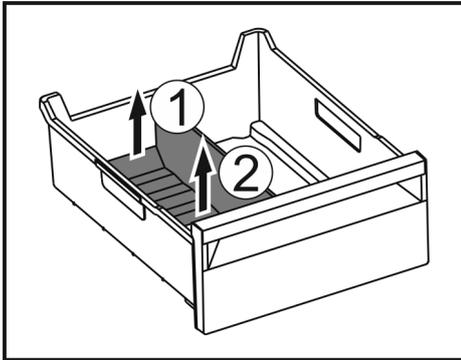

Fig. 169
- ▶ Hinteren Teil des Eisfach-Trenners anheben. Fig. 169 (1)
- ▶ Eisfach-Trenner nach oben entnehmen. Fig. 169 (2)